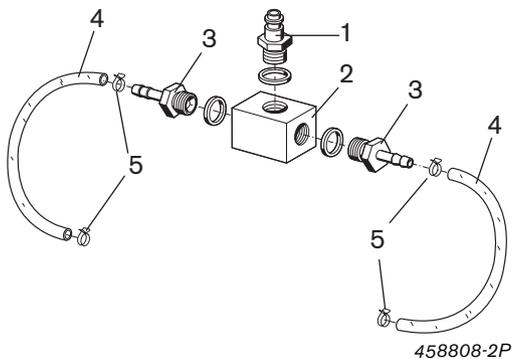

Рис. 22: Монтаж адаптера обратной линии
1. Вкрутить ниппель (Рис. 22, поз. 1) с плоским уплотнительным кольцом (10,2 x 13,4 мм) в корпус распределителя (Рис. 22, поз. 2) и плотно затянуть.
2. Вкрутить штуцеры шланга (Рис. 22, поз. 3) с плоским уплотнительным кольцом (10,2 x 13,4 мм) на лицевой стороне корпуса распределителя и плотно затянуть.
3. Закрепить оба шлангопровода (Рис. 22, поз. 4) на штуцерах шланга и зафиксировать двумя шланговыми хомутами (Рис. 22, поз. 5).